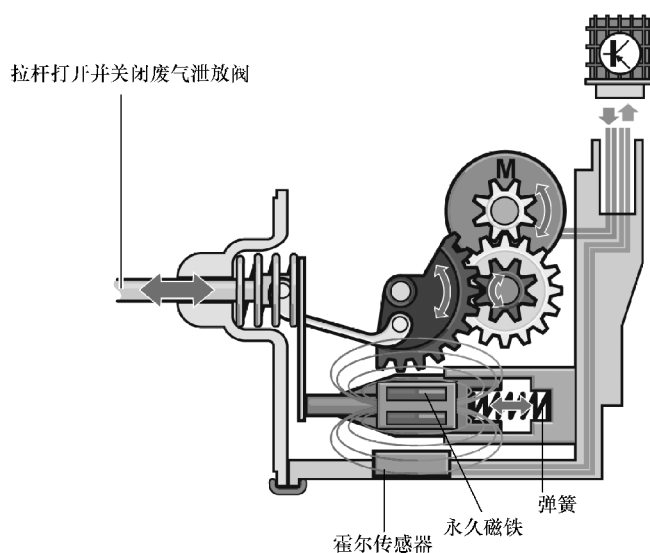

图 4-153 增压压力调节位置传感器的工作原理
(3) 工作原理 根据磁场强度，感应电子装置和发动机控制器识别调节机构的位置及废气泄放阀的位置，如图 4-153 所示。